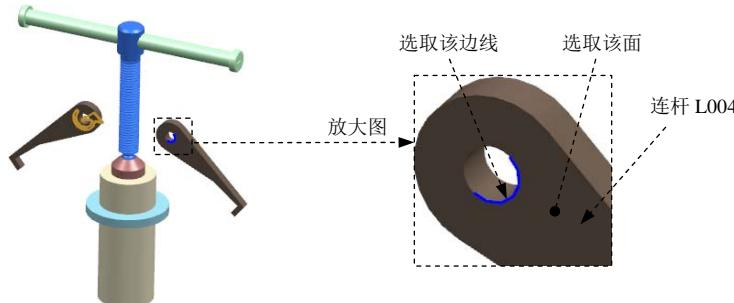

图 10.6.8 定义旋转副（三）
(1) 选择连杆。将连杆 L003 隐藏，然后选取图 10.6.8 所示的连杆 L004。
(2) 定义原点及矢量。在“运动副”对话框的 **指定原点** 下拉列表中选取“圆弧中心”  选项，在模型中选取图 10.6.8 所示的圆弧为定位原点参照；选取图 10.6.8 所示的面作为矢量参考面。
(3) 添加啮合连杆。将连杆 L003 取消隐藏，在“运动副”对话框的基本区域中选中  啮合连杆 复选框，单击 **选择连杆 (0)**，选取连杆 L003。
(4) 定义啮合连杆原点及矢量。在“运动副”对话框基本区域的 **指定原点** 下拉列表中选取“圆弧中心”  选项，在模型中选取图 10.6.8 所示的圆弧为定位原点参照；选取图 10.6.8 所示的面作为矢量参考面。
(5) 定义驱动。在“运动副”对话框中单击**驱动**选项卡，在**旋转**下拉列表中选择**函数**选项；在**函数数据类型**下拉列表中选择**位移**选项；单击**函数**后的**...**按钮，选取**fx**函数管理器选项，在弹出的“XY 函数管理器”对话框中单击**...**按钮，在弹出的“XY 函数编辑器”**公式=**区域下的文本框中输入函数关系式“STEP( x,0,0,5,-50)”，其余参数接受系统默认设置，单击两次**确定**按钮，完成驱动的定义。
(6) 单击**应用**按钮，完成第三个运动副的添加。